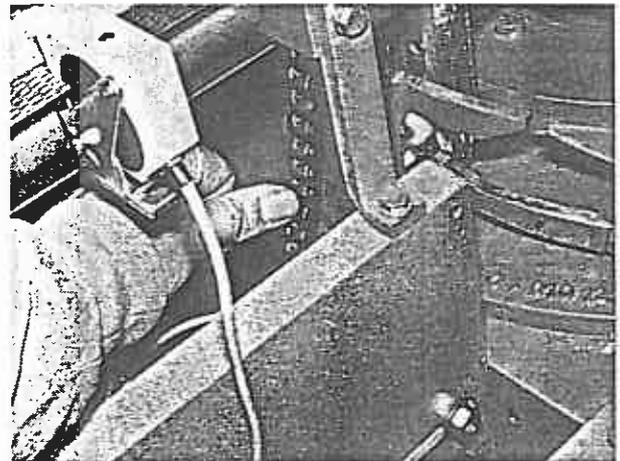

Bild 61
2. Kettenspannung prüfen; die Kette darf sich am längsten freiliegenden Teil 5...10 mm durchdrücken lassen (Bild 61), ggf. Kettenspannung berichtigen.